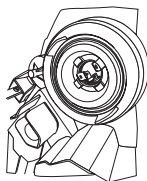

Figura -2
- Asigură-te că dispozitivul de fixare a lămpii are o garnitură de etanșare și un arc metallic sau un mecanism de fixare similar. Folosește arcul metallic pentru a atașa becul așa cum se arată în Figura 2.